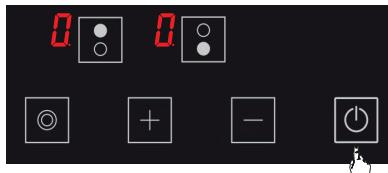

Figure 8
1. ⚡ Allumez la cuisinière en appuyant sur le bouton. (Voir Fig. 8)